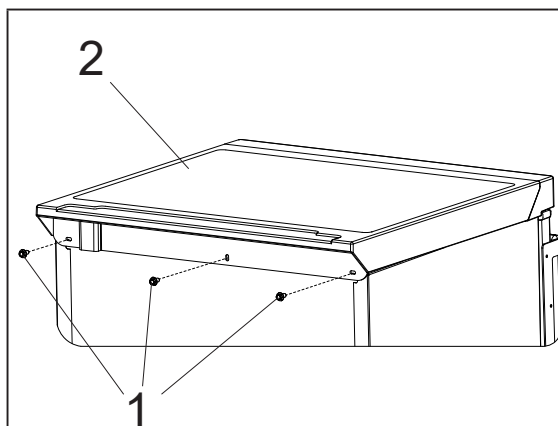
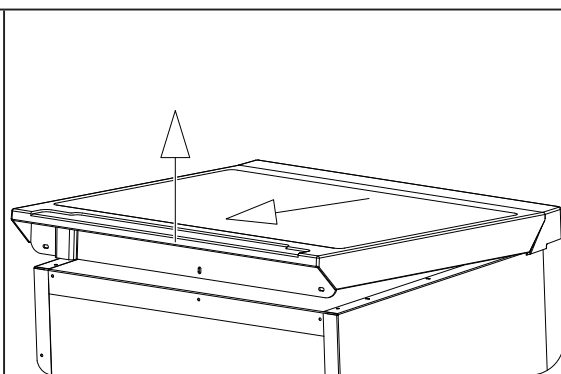

Рисунок 1
Рисунок 2
1. Торцовым ключом на 7 выкрутите винты 1 столешницы 2 (см. рис. 1). Поднимите столешницу за край и движением на себя (см. рис. 2) снимите ее.